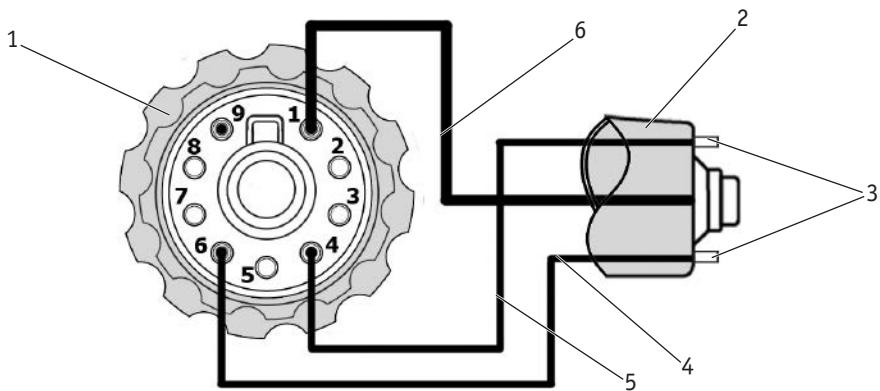

Рис. 7.11. Схема разъёма автоматического плазмотрона.
1. Разъём центральный кабельный (См. рис. 7.11).